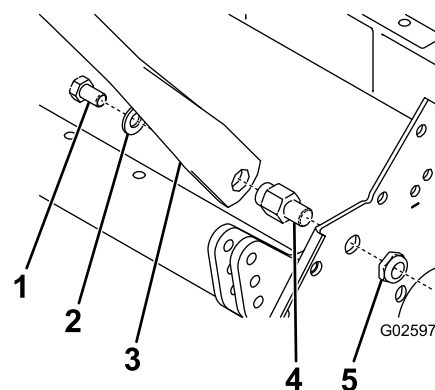

Figura 4
1. Montate il nuovo gruppo stegola sulla macchina utilizzando bullone, rondella, perno girevole della stegola e dado a testa flangiata precedentemente rimossi (Figura 4).